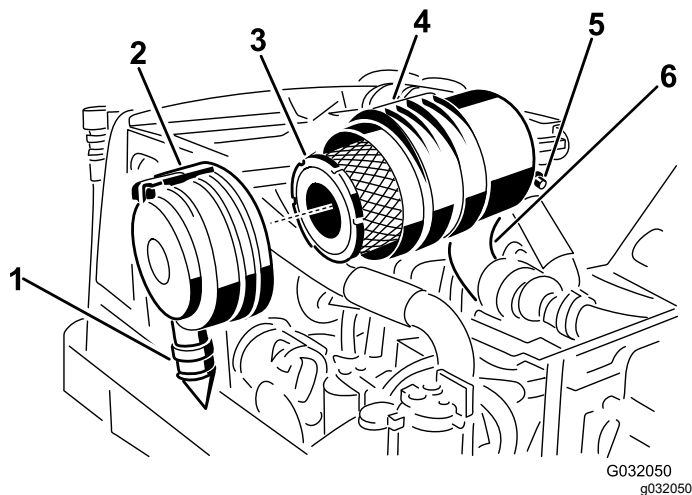

Figura 47
2. Retire o filtro principal (Figura 47).
3. Substitua o filtro principal (Figura 47).
entre cerca das 5h00 a 7h00 quando vista da extremidade, e prenda o trinco (Figura 47).